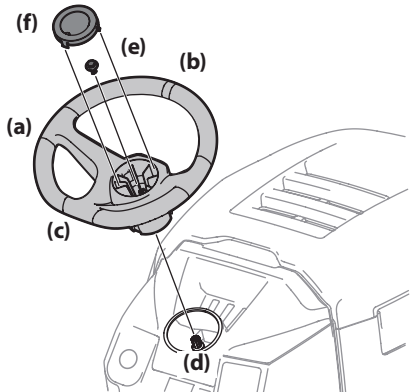

Figura 9
1. Con las ruedas del tractor apuntando recto hacia adelante, alinee el volante (a) usando la línea central (b) de la parte delantera del volante (a) que apunta hacia adelante y la sección plana (c) del volante (a) orientada hacia el asiento, coloque el volante (a) sobre el árbol de la dirección (d). Consulte la Figura 9.